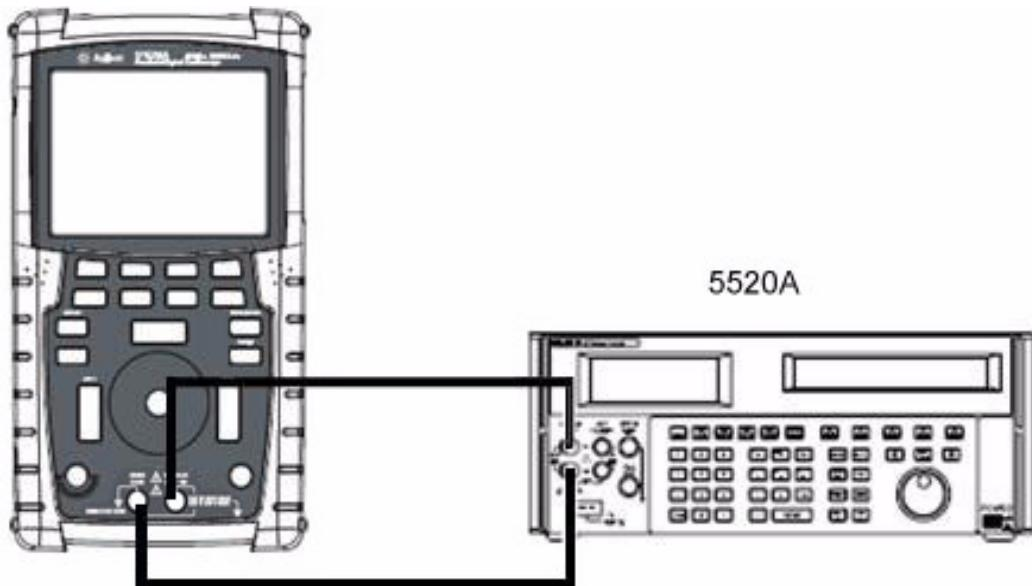

図7-2 キャリブレータから測定器へのテスト接続
- 4 キャリブレータをバナナ・プラグを使って測定器の入力とグランド端子に図7-2のように接続します。